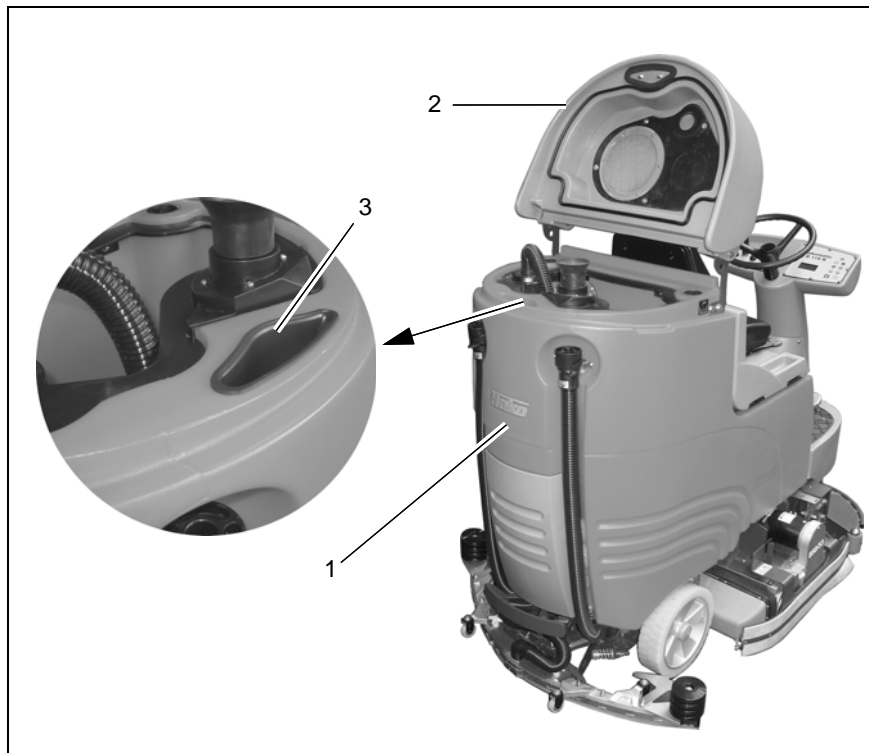

fig. 11
1. Remplir le réservoir d'eau propre (fig. 11/1) avant de commencer à travailler ou en cas de besoin. Mettre la machine sur un sol plan.
2. Ouvrir le couvercle du réservoir (fig. 11/2) et emplir le réservoir d'eau propre par l'orifice (fig. 11/3) (température max. 50°C).